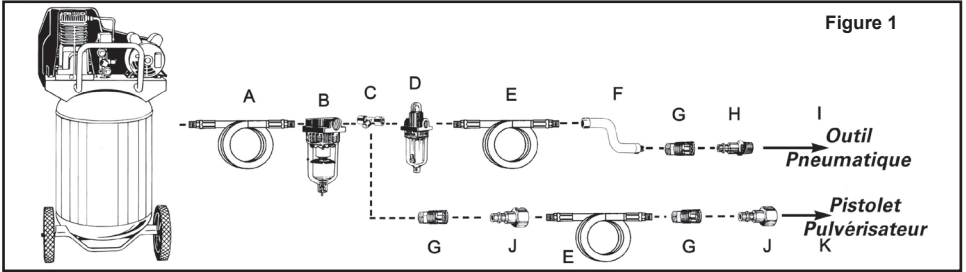

Figure 1
1. Vous devriez, comme pratique courante, vider l'eau du réservoir et des conduites d'air chaque jour avant de les utiliser (consultez le guide d'utilisation du compresseur pour obtenir de plus amples renseignements). **NOTE :** Négliger d'installer l'équipement approprié d'évacuation de l'eau ou de l'huile peut endommager le pistolet pulvérisateur ou la pièce de travail (voir Figure 1).